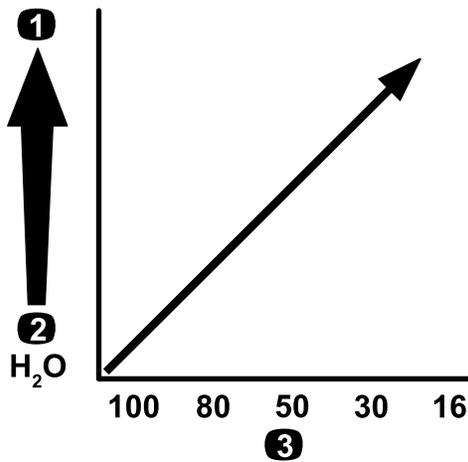

Figure 50
**Important:** Si vous pulvérisez des produits chimiques de viscosité plus élevée (plus épais) ou des solutions avec poudres mouillables, vous devrez peut-être utiliser un maillage plus grossier pour le filtre sous pression en option ; voir Figure 50.